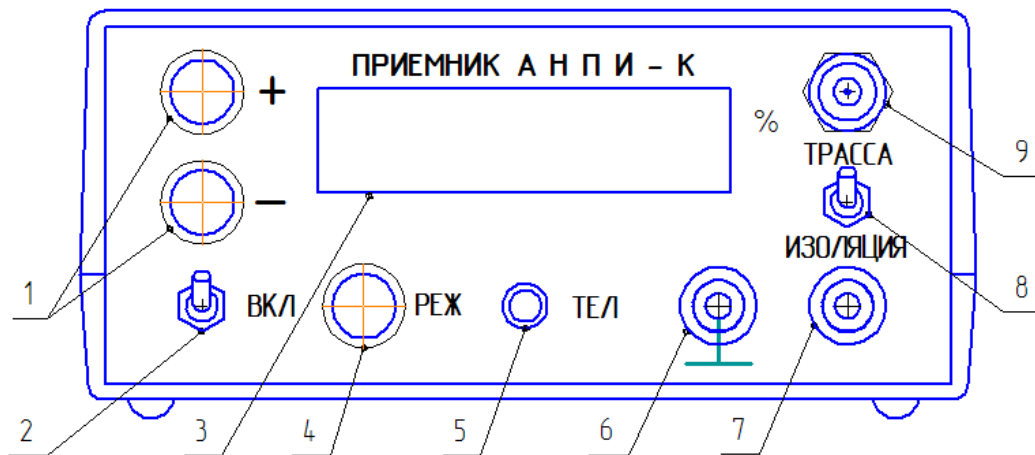
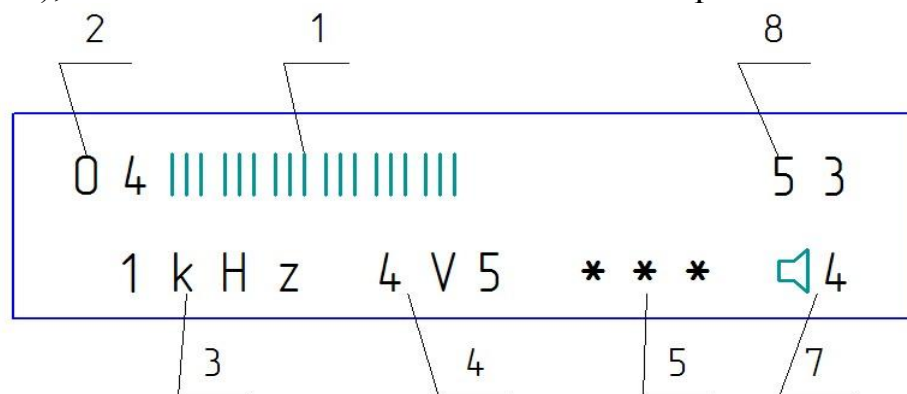

Рис.6. Передняя панель приемника.
Рис.7. Символьный индикатор приемника.
Приемник предназначен для частотно-избирательного усиления и согласования входного сопротивления и уровня измеряемых сигналов. Схема приемника позволяет контролировать уровень входного сигнала визуально на символьном индикаторе и по громкости тона в наушниках. В зависимости от режима работы на входы приемника подключается магнитная антенна и (или) датчики потенциала на поверхности грунта (сигнальные стержни с изолированными ручками). Лицевая панель приемника с элементами управления представлена на рис.6.
Органы управления, индикации и коммутации сосредоточены на передней панели корпуса приемника (рис.6). Выбор режима работы и индикации приемника осуществляется последовательными нажатиями кнопки «Режим». После первого нажатия кнопки «Режим» приемник переходит из режима измерения в режим настроек. Это сопровождается появлением на символьном индикаторе мигающего курсора (указателя), который отмечает один из регулируемых параметров. Изменение настроек выбранного кнопкой «Режим» параметра производится нажатием на кнопки «+» или «-». При последовательных нажатиях кнопки «Режим» выбранный параметр настройки и положение курсора изменяется циклически (с первого параметра до последнего).
Включается приемник переключателем «ВКЛ» (2) рис.6. Вид символьного индикатор приемника приведен на рис.7. На первой строке слева выводится показания уровня входного сигнала в виде линейной шкалы. Длина линейной шкалы является визуальным индикатором уровня сигнала на выбранном входе приемника. Справа на первой строке выводится числовое значение уровня сигнала в диапазоне от 0 до 99% с дискретностью 1%.
1. Первым регулируемым параметром является громкость сигнала на телефонном гнезде. Курсор появляется у символа громкости (7) рис.7. Громкость устанавливается кнопками «+» и «-» десятью ступенями по 3дБ. Значение уровня громкости отображается на индикаторе (от 0 до 9).
2. Вторым регулируемым параметром – частота полосового фильтра приемника (4) рис.7. Курсор выделяет символ «Н» размерности частоты. Значения частоты могут быть «100Hz», «1kHz» и «5kHz» (округленно).
3. Третьим параметром является управление подсветкой индикатора, которая может быть включена в условиях недостаточной освещенности. Курсор перемещается на символ подсветки (6) рис.7. Символы включения подсветки «***», символ выключенной подсветки «...». **Подсветка индикатора различима только в сумраке и значительно увеличивает потребляемый от элементов питания ток. Поэтому ее стоит включать только по необходимости.**
Перед использованием приемника целесообразно проконтролировать состояние его элементов питания. Для этого выключатель приемника «Вкл» переводится в верхнее положение и считываются показания символического индикатора (поз.5 рис.7). При снижении значения напряжения питания на трех